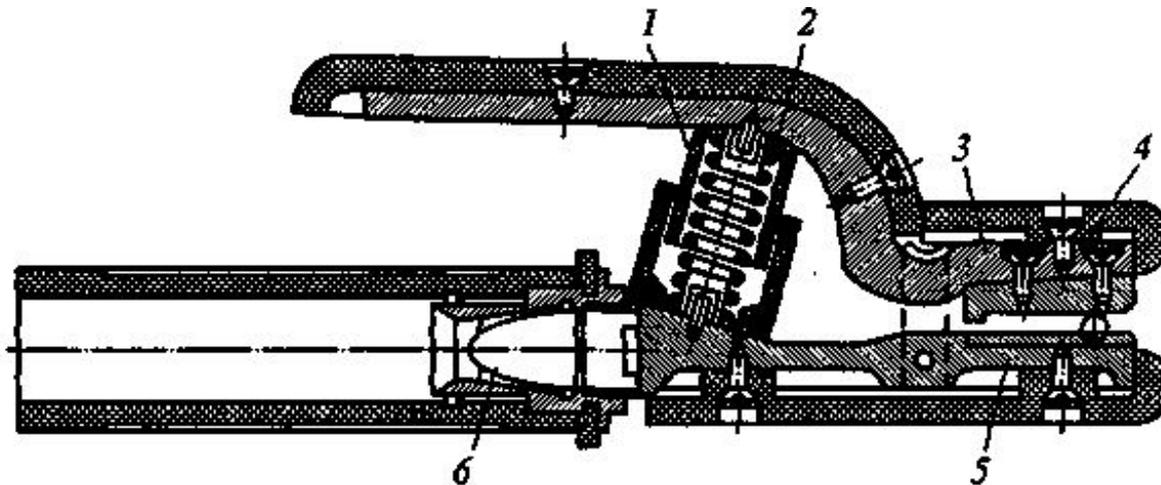

Рис. 9.2. Электрододержатель пассатижный:
- Элетрододержатель должен быть легким (не более 0,5 кг) и удобным, иметь надежную изоляцию, не нагреваться при работе, обеспечивать быстрое и надежное закрепление электрода. В зависимости от способа крепления электродов различают защелочные, пассатижные (рис. 9.2), эксцентриковые и другие электрододержатели.